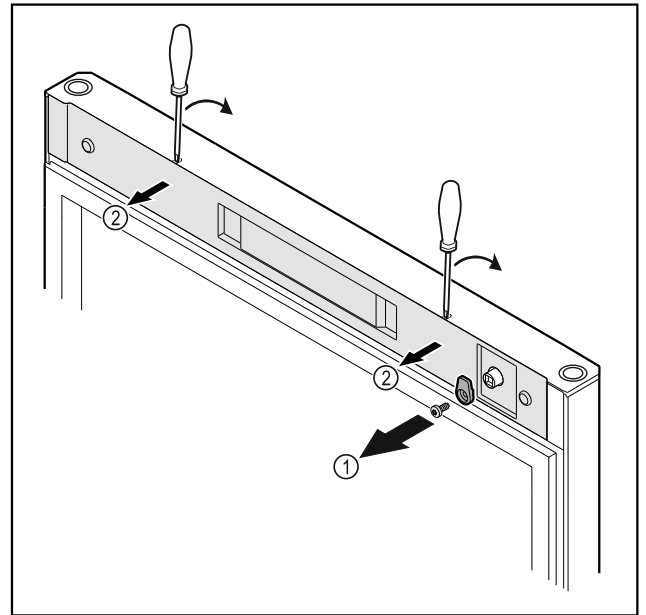

Fig. 20
- ▶ Sluithaak Fig. 20 (1) losschroeven.
- ▶ Afdekking Fig. 20 (1) met een kleine schroevendraaier losmaken en verwijderen.